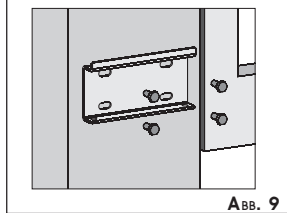

Abb. 9
③ Den hinteren Bügel an der zuvor bestimmten Position mit Hilfe von vier Schrauben M8 befestigen. Bei der Befestigung die Ausrichtung laut Abb. 9 einhalten und mit einer Wasserwaage sicherstellen, dass der Bügel eben ist.